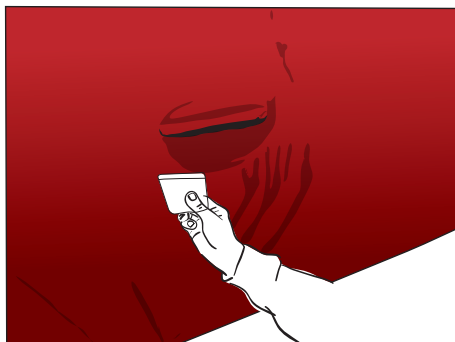

Figure 16
- Tendre le film sur le passage des poignées et couper le film au moyen du cutter à ras de la partie basse des poignées. Vérifier que vous faites le tour des poignées avec la raclette. (FIG. 16)